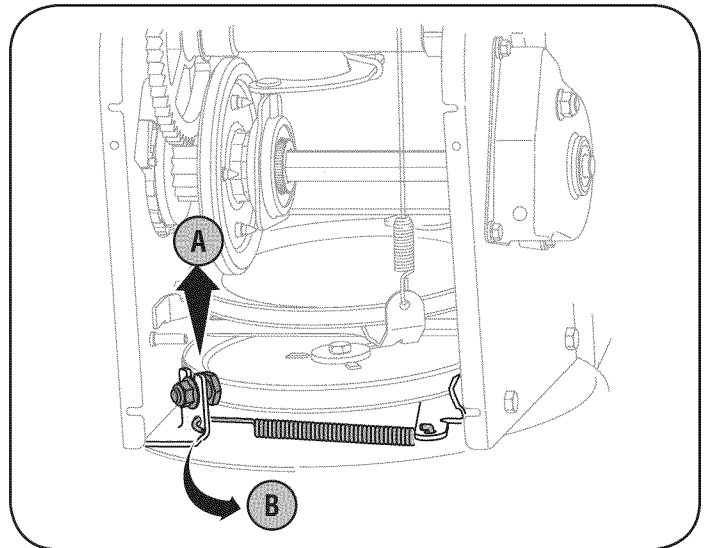

Figura 29
6. A. Afloje y retire el tornillo con reborde que actúa como guarda de la correa. Vea la figura 29.